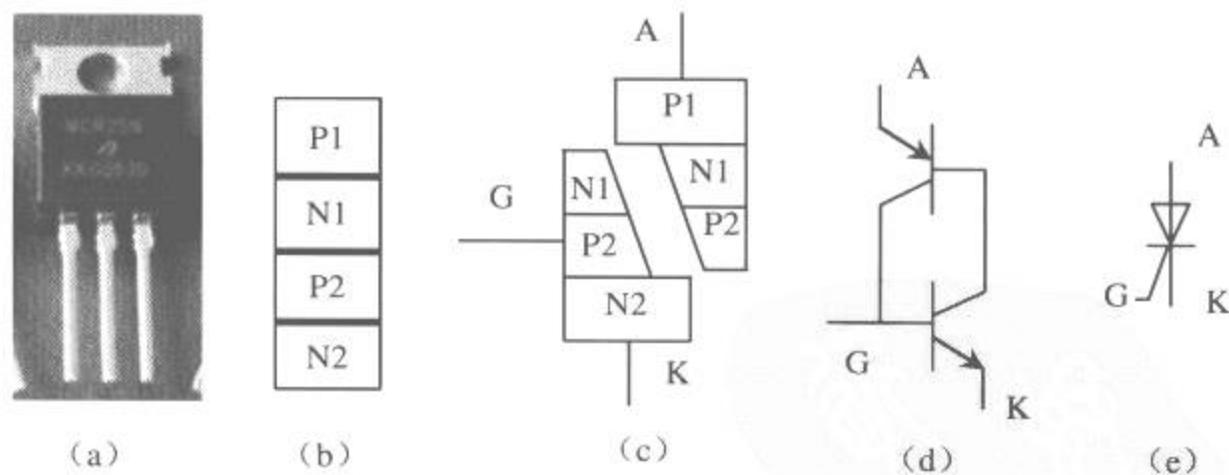

图 1-58 单向可控硅内部结构、等效电路及图形符号
可控硅内部结构包含四层半导体构成的三个 PN 结，如图 1-58 (a)、(b) 所示。
可控硅有三个电极——阳极 (A)、阴极 (K)、控制极 (G)，其图形符号如图 1-58 (c)、(d) 所示。在电路中可控硅常用字母 BCR、SCR、BT、KG、CT 等标识。